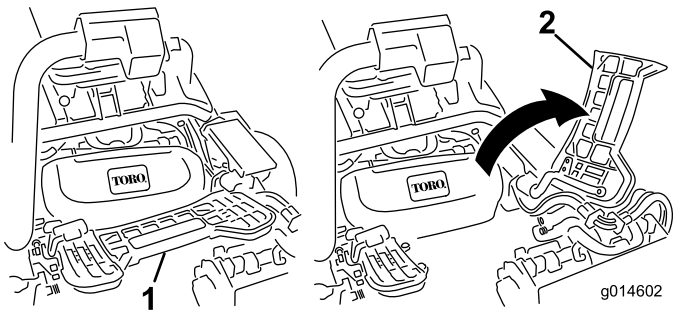

Figura 44
1. Levante el reposapiés y gírelo hacia arriba, para tener acceso a la posición de la unidad de corte central (Figura 44).